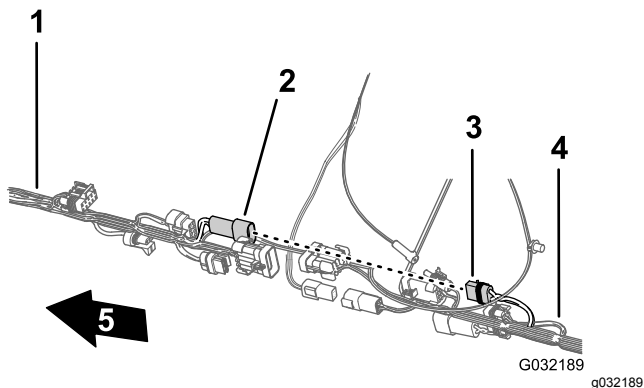

Figura 118
5. Conecte el conector de 2 pines del arnés delantero para la alimentación del carrete de la manguera al conector hembra de 2 vías del arnés trasero para la alimentación del carrete de la manguera (Figura 118).